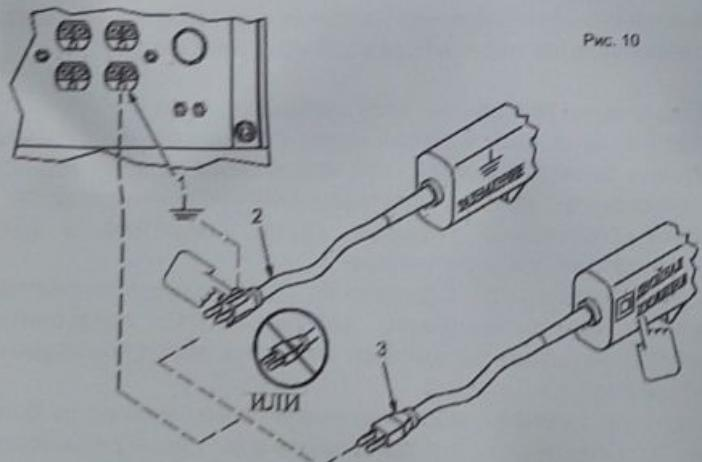

Рис. 10
- Электрическая сеть подключения потребителей относится к системе с изолированной нейтралью (IT), предусматривающей защитное заземление открытых электропроводящих частей корпуса.
5. Подключаемые потребители должны иметь (рис. 10):